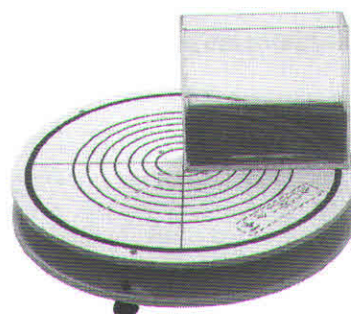

Figura 1
giratória, de modo que a borda da cuba fique sobre o centro da escala, tangenciando o diâmetro, **Figura 1**.
- Observe e desenhe sobre a Figura 1 a forma assumida pela superfície livre da água na cuba.